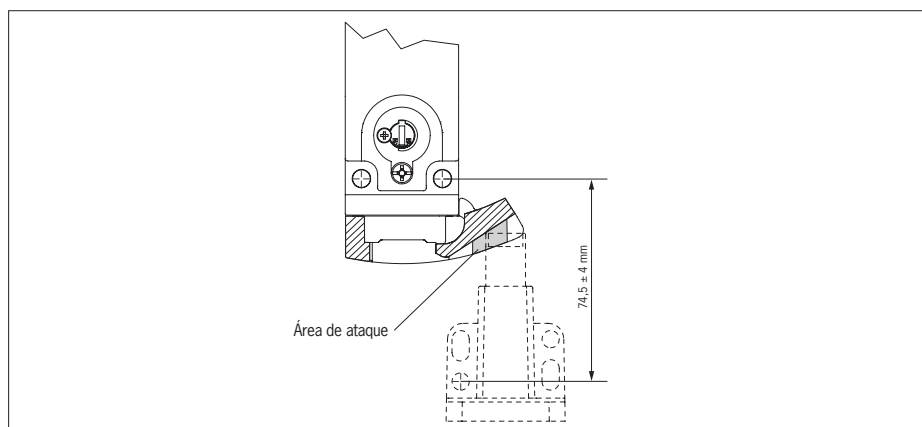

Fig. 9: Área de ataque del actuador
- Asegúrese de que el actuador entre en contacto con la rampa en el lugar previsto (véase la Fig. 9). Las marcas que hay en la rampa delimitan el área de ataque establecida.